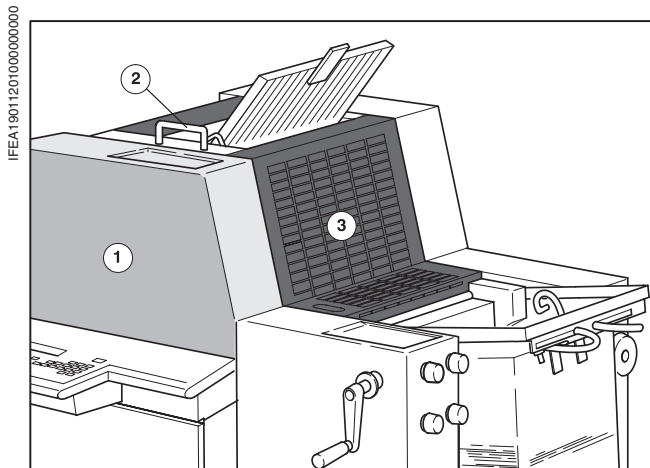

Рис. 6 QM 46-1, откройте защитное ограждение
- ❶ Контактные кольца нужно очищать, **по крайней мере, один раз в день** после окончания рабочей смены.
- ❷ Откройте защитное ограждение на стороне обслуживания (Рис. 6/❶), насадите кривошипную рукоятку.
- ❸ Откройте защитное ограждение над формным цилиндром (Рис. 6/❷), прокрутите от руки машину и очистите контактные кольца формного цилиндра с помощью ткани, смоченной средством для смывки.
- ❹ Откройте защитное ограждение перед офсетным цилиндром (Рис. 6/❸), прокрутите от руки машину и очистите контактные кольца офсетного цилиндра.
- ❺ Закройте защитное ограждение.